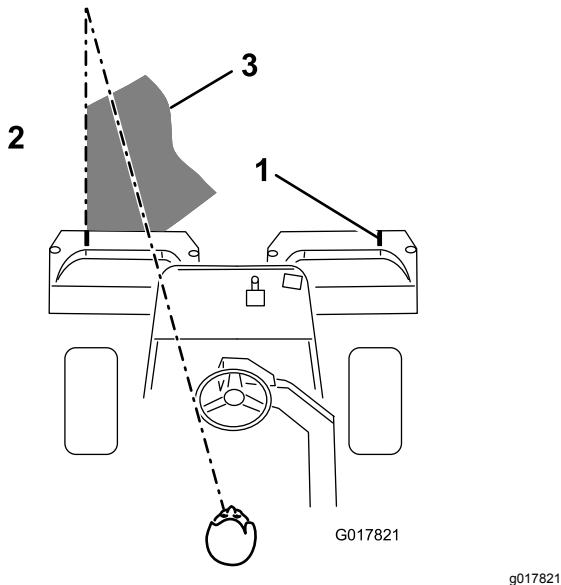

Figura 39
**Nota:** Para ayudar a mantener una línea recta a través del green y mantener la máquina a la misma distancia de la pasada anterior, establezca una línea imaginaria desde un punto situado a 1,8–3 m aproximadamente por delante de la máquina, hasta el borde de la parte no segada del green (Figura 39).
Puede ser útil incluir el borde exterior del volante como parte de la línea imaginaria, es decir, mantener el borde del volante alineado con un punto que se mantiene siempre a la misma distancia de la parte delantera de la máquina (Figura 39).